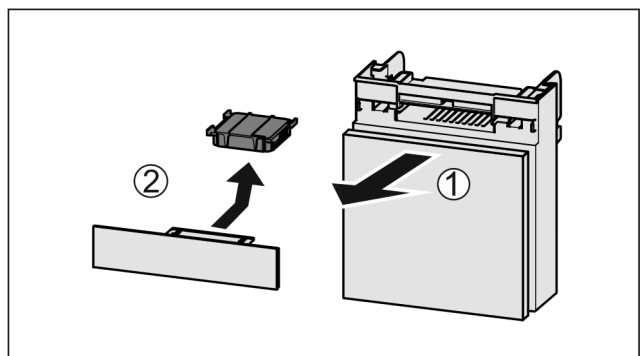

Fig. 115
- ▶ Потягніть Fig. 115 (1) відділення вперед.
- ▶ Витягнути Fig. 115 (2) фільтр з активованого вугілля.